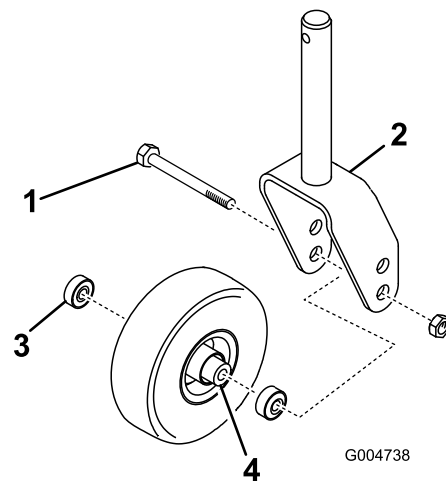
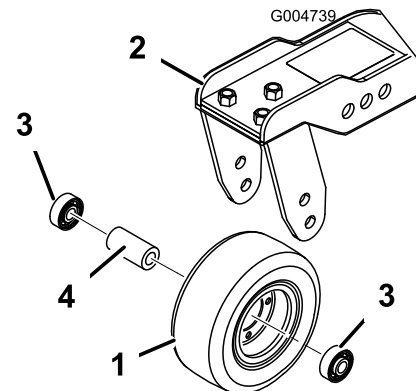

Figure 87
Figure 88
1. Retirez le contre-écrou du boulon qui fixe la roue pivotante entre la fourche (Figure 87) ou le bras de la roue pivotante (Figure 88).
2. Enlevez le roulement du moyeu de la roue et laissez tomber la douille d'écartement à l'extérieur (Figure 87 et Figure 88).